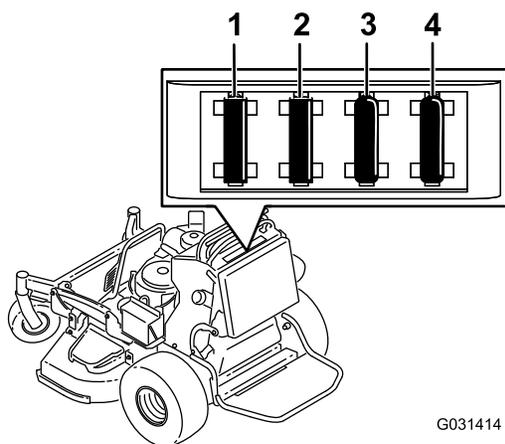

Figura 64
5. Estraiete il fusibile e sostituitelo (Figura 64).